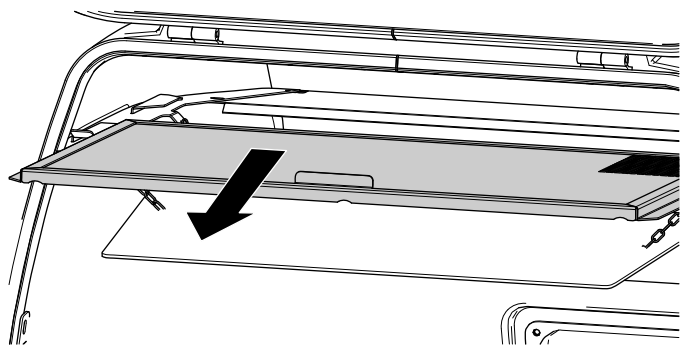

Figura 139
3. Îndepărtați scutul buncărului i curăai-l (Figura 139).